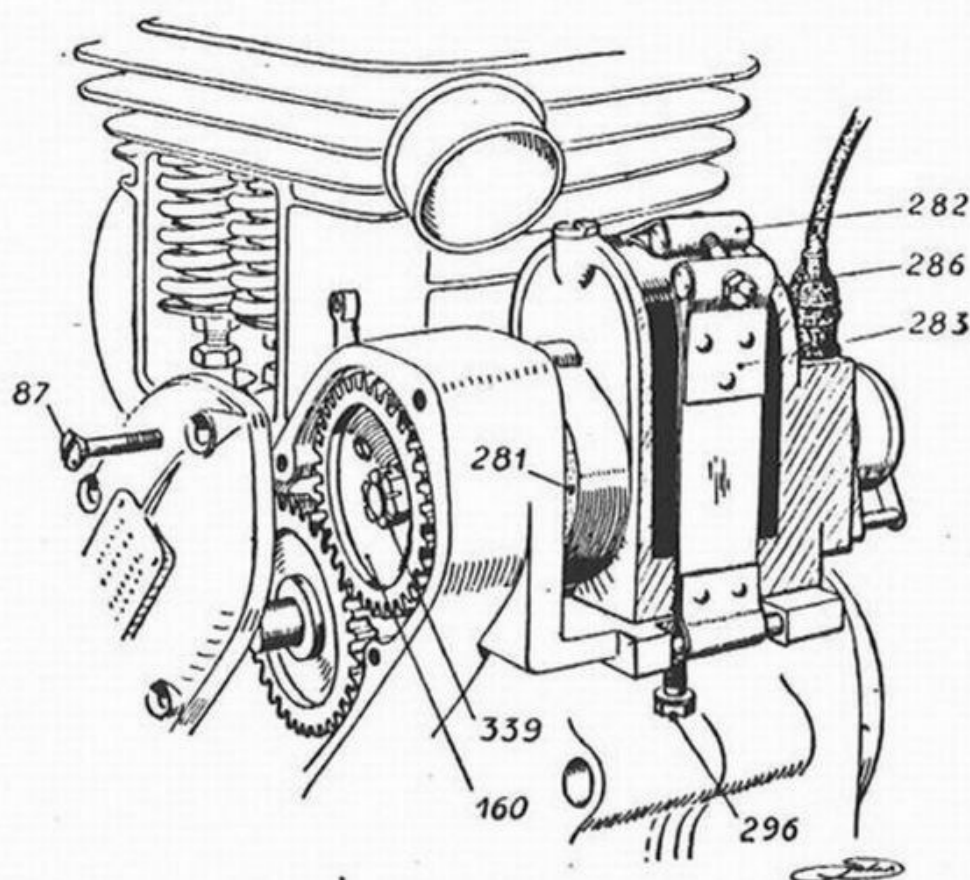

Fig. 6 - Smontaggio del magnete
7) - Smontaggio del magnete (fig. 6).